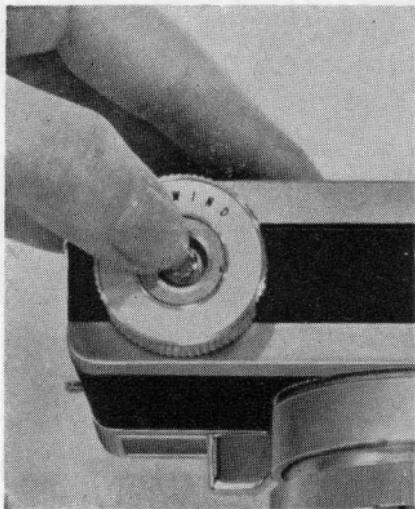

Fig. 18
1. Push in the REWIND RELEASE BUTTON. (Fig. 18) The spring will be discharged with a noise.
1. Drücken Sie auf den Umschaltknopf. (Fig. 18)